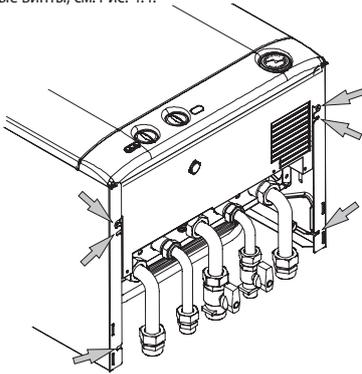

Рис. 4.4
- Открутите обозначенные винты, см. Рис. 4.4.